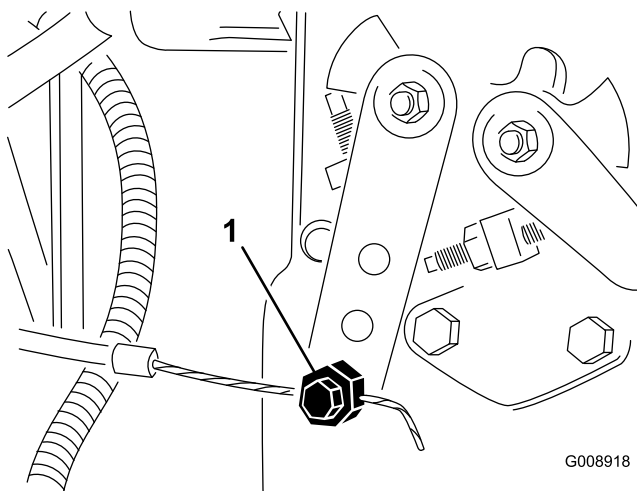

Bild 57
2. Lockern Sie den Anschluss des Gaszugs am Arm der Einspritzpumpe (Bild 57).